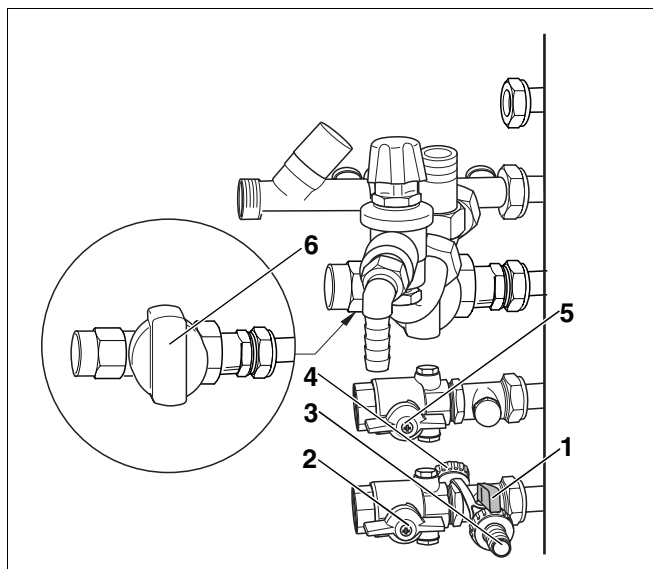

Abb. 14 Füll- und Entleerungshahn; hier Anschluss-Set seitlich links
- Schrauben Sie die Verschlusskappe (Abb. 14, **Pos. 4**) des Füll- und Entleerungshahns (Abb. 14, **Pos. 1**) ab,
- Schrauben Sie die Schlauchtülle (Abb. 14, **Pos. 3**) auf den Füll- und Entleerungshahn.
- Öffnen Sie den Füll- und Entleerungshahn (Abb. 14, **Pos. 1**)
- Stellen Sie sicher, dass die Wartungshähne am Vor- und Rücklaufanschluss (Abb. 14, **Pos. 2** und **5**) des Heizkessels geöffnet sind.
- Wenn der empfohlene Wasserdruck von 1,5 bar („P1.5“) erreicht ist, schließen Sie den Wasserhahn und den Füll- und Entleerungshahn (Abb. 14, **Pos. 1**, Seite 23).